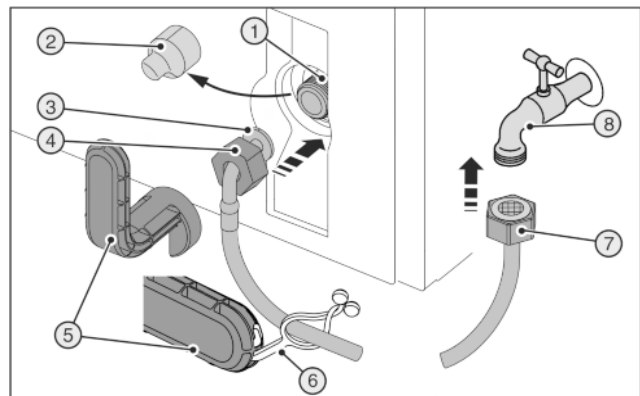
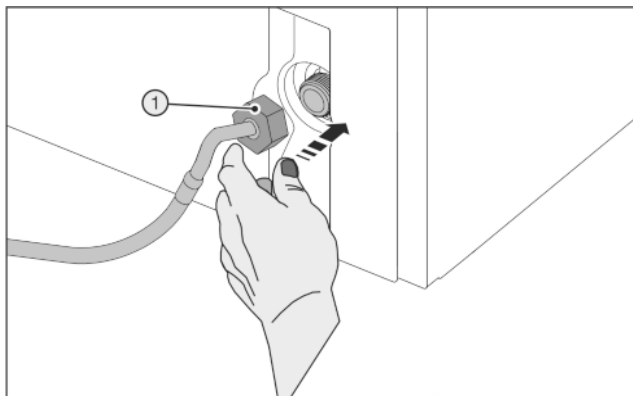

Fig. 45
Fig. 46
Outil auxiliaire Fig. 45 (5) cassé !
- ▶ Utiliser uniquement l'outil auxiliaire Fig. 45 (5) à la température ambiante.
- ▶ Retirer le cache Fig. 45 (2).
- ▶ Montage plus facile : Poser l'extrémité droite du tuyau Fig. 45 (7) à gauche sur le sol.
- ▶ Pousser à fond l'écrou Fig. 45 (4) sur l'extrémité du tuyau coudé Fig. 45 (3) et serrer.
► Positionner soigneusement l'écrou Fig. 46 (1) et le visser droit sur le filetage avec deux doigts jusqu'à ce qu'il soit bien en place.
► Serrer l'écrou Fig. 46 (1) à l'aide de l'outil auxiliaire Fig. 45 (5) dans le sens des aiguilles d'une montre jusqu'à ce que le couple maximal soit atteint et jusqu'à ce que l'outil auxiliaire Fig. 45 (5) tourne à vide.
► Visser l'écrou Fig. 45 (7) sur le robinet d'arrêt Fig. 45 (8).
► Serrer l'écrou Fig. 45 (7) à l'aide de l'outil auxiliaire Fig. 45 (5) dans le sens des aiguilles d'une montre jusqu'à ce que le couple maximal soit atteint et jusqu'à ce que l'outil auxiliaire Fig. 45 (5) tourne à vide.
► Ouvrir le robinet d'arrêt Fig. 45 (8) de l'arrivée d'eau et vérifier que tout le système hydraulique est bien étanche.
► Accrocher la languette Fig. 45 (6) dans l'outil auxiliaire Fig. 45 (5) et la fixer au tuyau en acier inox pour la conserver.